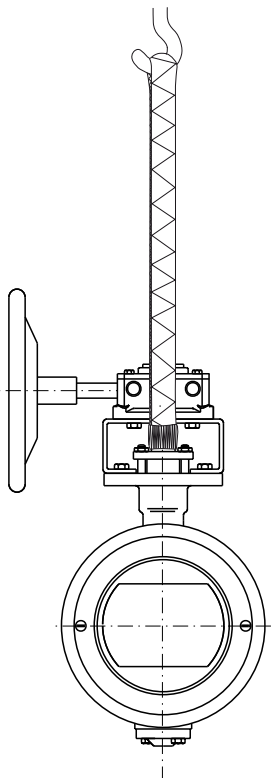

Fig.4-1
- Use correas de levantamiento para levantar el engranaje, cuando éste se instale en la válvula (→ Fig. 4-1).